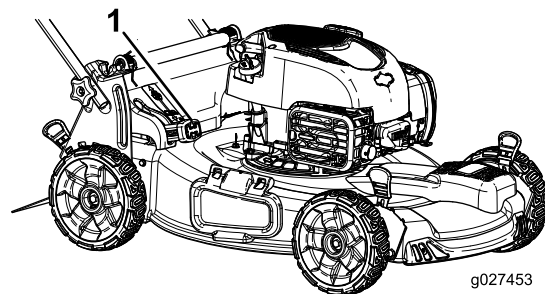

Рисунок 23
- Для сбора скошенной травы и листьев в мешок нажмите кнопку на рычаге включения сбора в мешок и двигайте рычаг вперед, пока кнопка на нем не вернется в исходное положение (Рисунок 23).